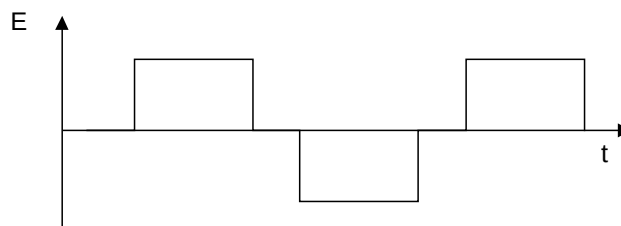

Figure IV-48 Forme d'onde en créneaux
- Onduleurs en créneaux de largeur variable (Figure IV-48) : L'onde de sortie est constituée par des créneaux rectangulaires alternatifs et séparés par une zone morte à tension nulle. La tension de sortie varie si on agit sur la durée des créneaux.